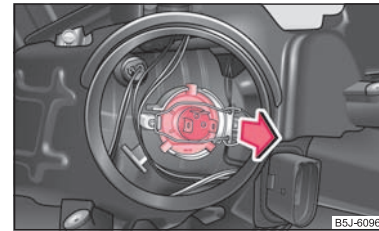

Abb. 170 Ausbau der Glühlampe für Abblend- und Fernlicht
- Ziehen Sie den Stecker von der Lampe ab, entriegeln den Federdrahtbügel und ziehen die Lampe nach hinten heraus ⇒ Abb. 170.